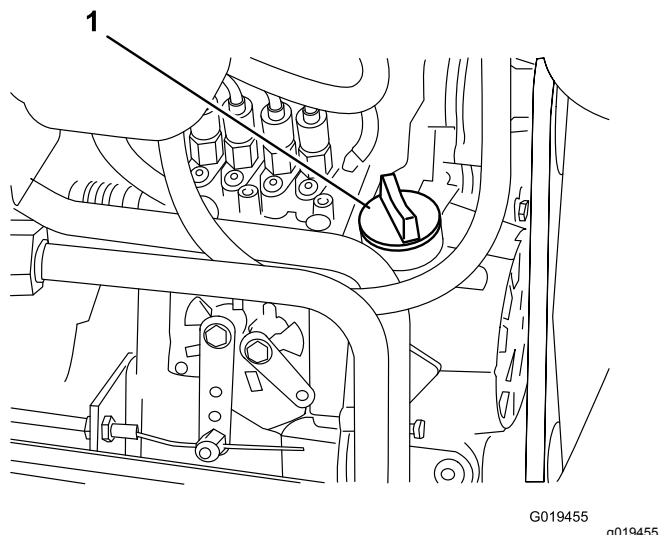

**Figura 49**
3. Retire la varilla (Figura 49), límpiela, vuelva a colocarla en el tubo y vuelva a retirarla,